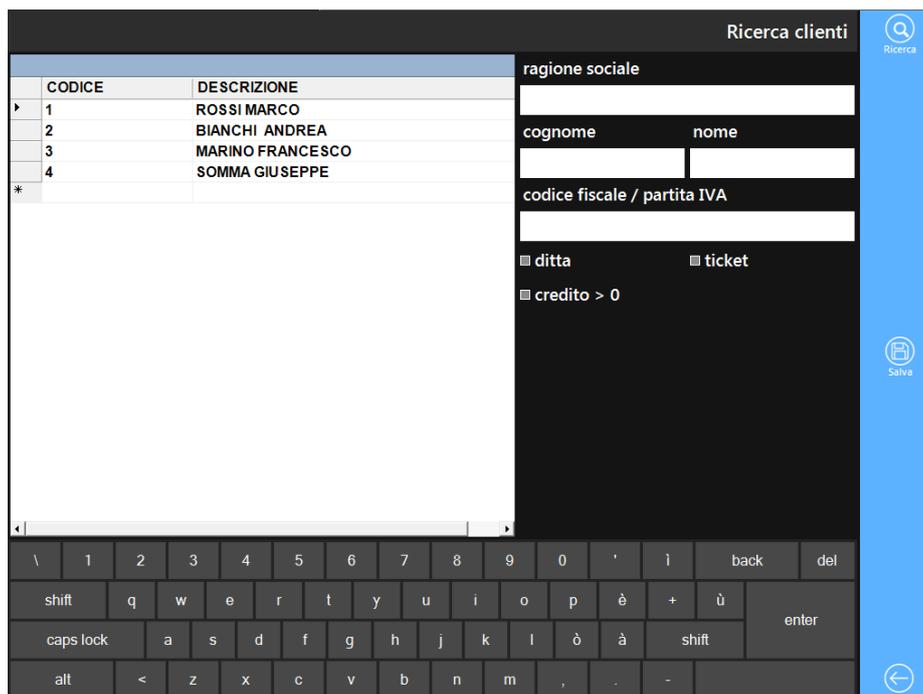

Figura 8.14: Maschera di ricerca clienti
2. Premere il tasto “Cliente” senza digitare alcun codice; a tal punto comparirà la schermata di Figura 8.14, nella quale è stato selezionato il cliente “Rossi Mario”. Per effettuare la ricerca basterà inserire qualche criterio di filtro e premere il tasto “Ricerca”. Le flag “Ditta” “Ticket” e “Credito > 0” consentono di inserire un ulteriore filtro di ricerca:
Tutti i movimenti (scontrini e/o ricevute fiscali) associati ad un cliente di tipo ditta che presentano un corrispettivo non pagato verranno memorizzati nell'archivio di sistema al fine di consentirne una fatturazione riepilogativa. Per emettere una fattura riepilogativa ad una ditta basta entrare nella maschera di Figura 8.14, spuntare la flag "Ditta" (in modo da limitare il numero di risultati restituiti dal sistema) e premere il tasto "Ricerca". La figura seguente mostra il risultato della ricerca di tutti i clienti di tipo Ditta (apposita flag spuntata) e la cui ragione sociale contenga la stringa "Ditron".